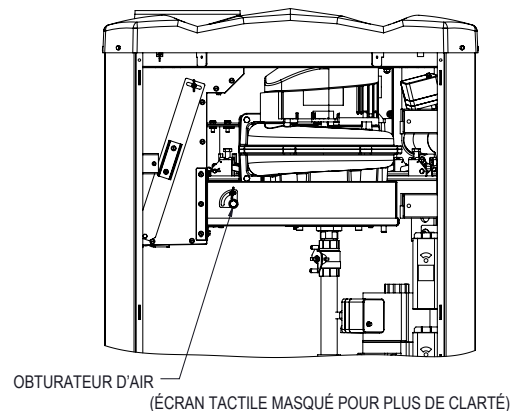

Figure 86. Réglage de l'obturateur d'air
- Si la concentration de CO₂ et la pression d'air ne se trouvent pas dans les plages spécifiées, modifiez l'ouverture de l'obturateur d'air pour tenter d'obtenir les valeurs nominales. Voir **Figure 86** pour l'emplacement de l'obturateur d'air (directement derrière l'écran tactile). Refermez légèrement